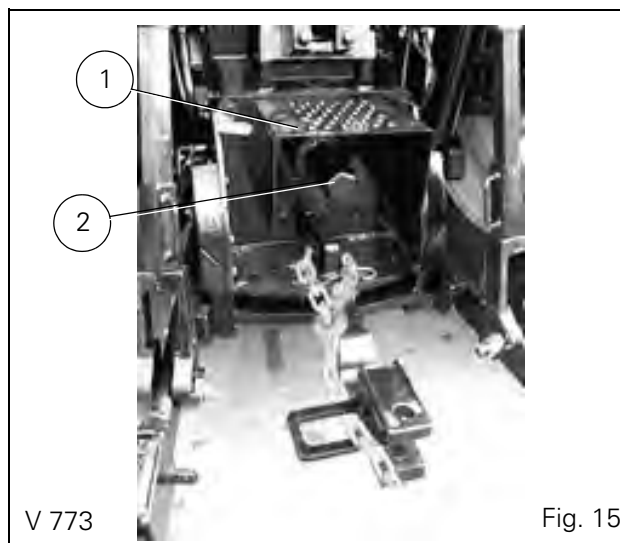

Fig. 15
- Cerciorarse de que el dispositivo de protección de la toma de fuerza (1) esté en su sitio y que la tapa de la toma de fuerza (2) esté instalada cuando no se utilice el eje de toma de fuerza (Fig. 15).